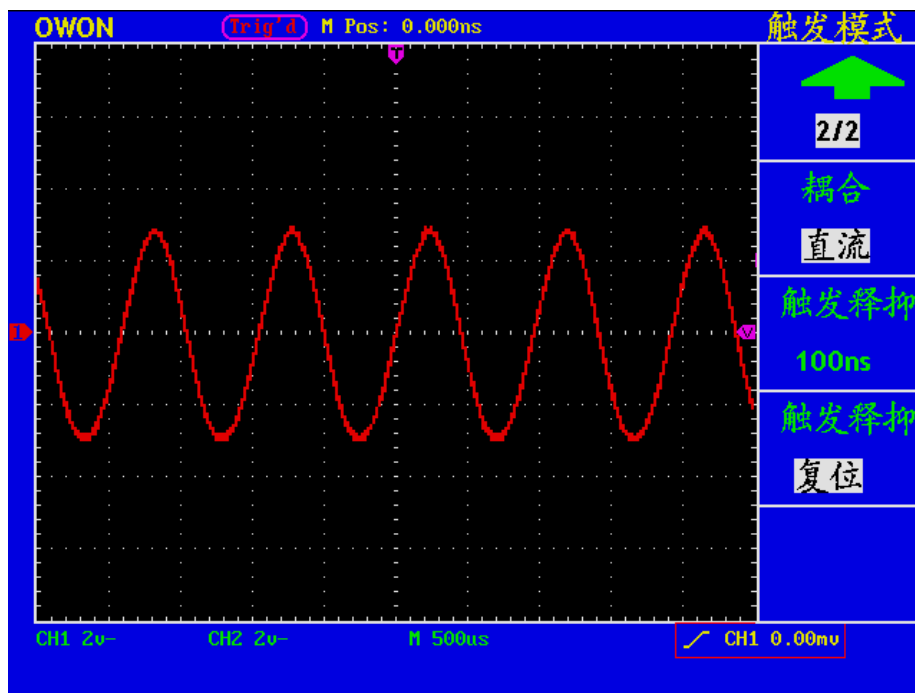

图 31: 上升沿触发波形
- 7、按 F2 菜单选择按键，选择耦合为 **直流**。屏幕显示见图31。